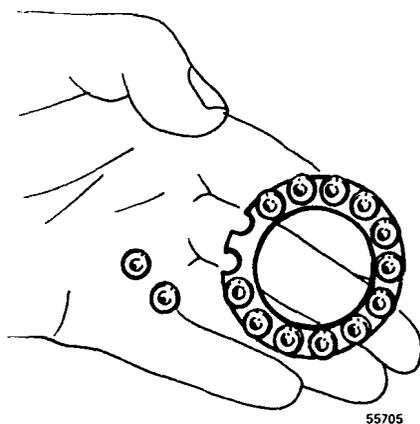

Fig. 177
**Nota:** Las bolas del rodamiento se hallan sueltas en los portabolas. Asegurarse de que las bolas no caen al quitar el piñón, fig. 177.
- 27 Untar con grasa los portabolas del piñón intermediario de la bomba de refrigeración y montar las bolas. Véase fig. 177.